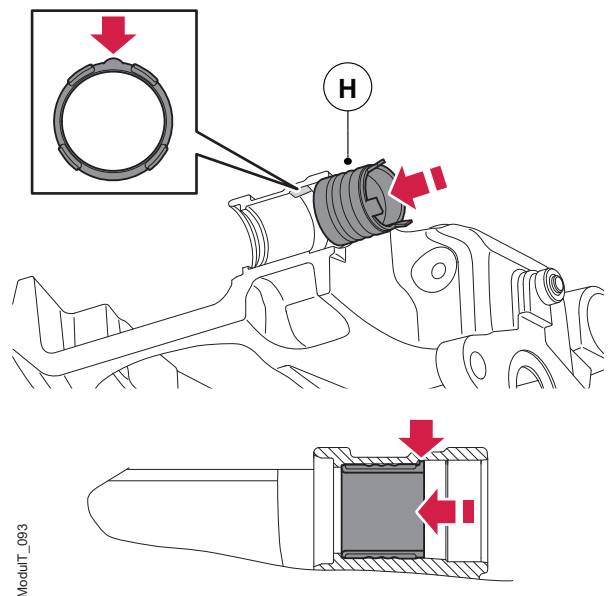

Figura 61. Insertar el casquillo de composite del lado secundario
5. Para montar el nuevo casquillo de composite (H) del lado secundario, empuje con la mano el casquillo para meterlo en su sitio, hasta que toque fondo. Asegúrese de que el saliente de alineación coincide exactamente con la ranura de la pinza, véase la figura 61.